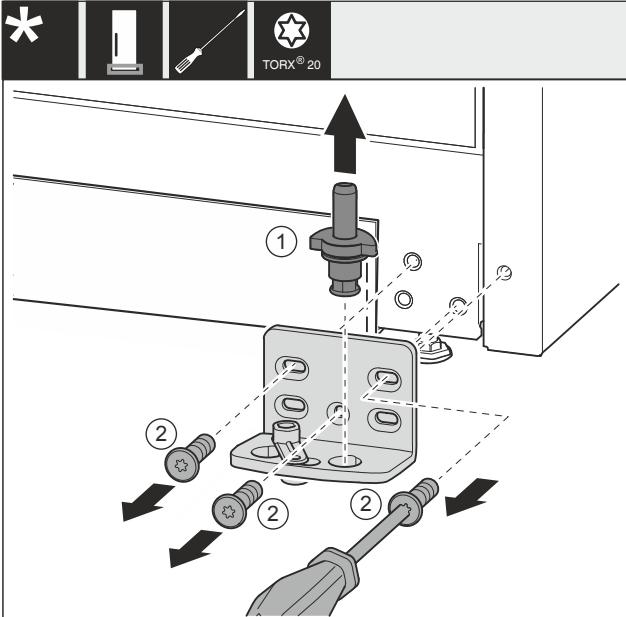

Fig. 34 \*
- ▶ 将轴承螺栓 Fig. 34 (1) 完全向上拉出。\*
- ▶ 将螺钉 Fig. 34 (2) 用螺丝刀旋开并取下托架。\*